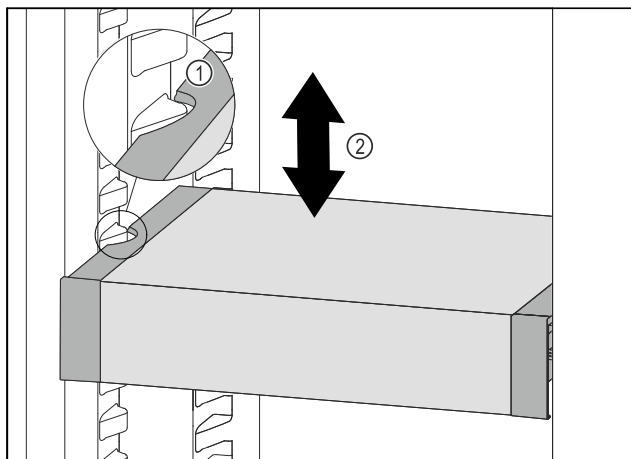

Fig. 100
- Húzza előrefelé a VarioSafe fiókot annyira, hogy a VarioSafe oldalsó kivágásai a hűtőrészben a tartóborda magasságában legyenek. Fig. 100 (1)
- A hűtőrészben a VarioSafe fiókot mozgassa felfelé vagy lefelé a kívánt magasság eléréséig. Fig. 100 (2)